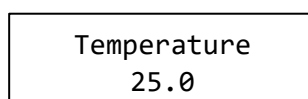

图 2 温度显示界面
- 1) 采集温度传感器上的温度值,并将温度值显示在 OLED 上,温度数据保留小数点后 1 位有效数字,单位为摄氏度,显示格式如图 2 所示。